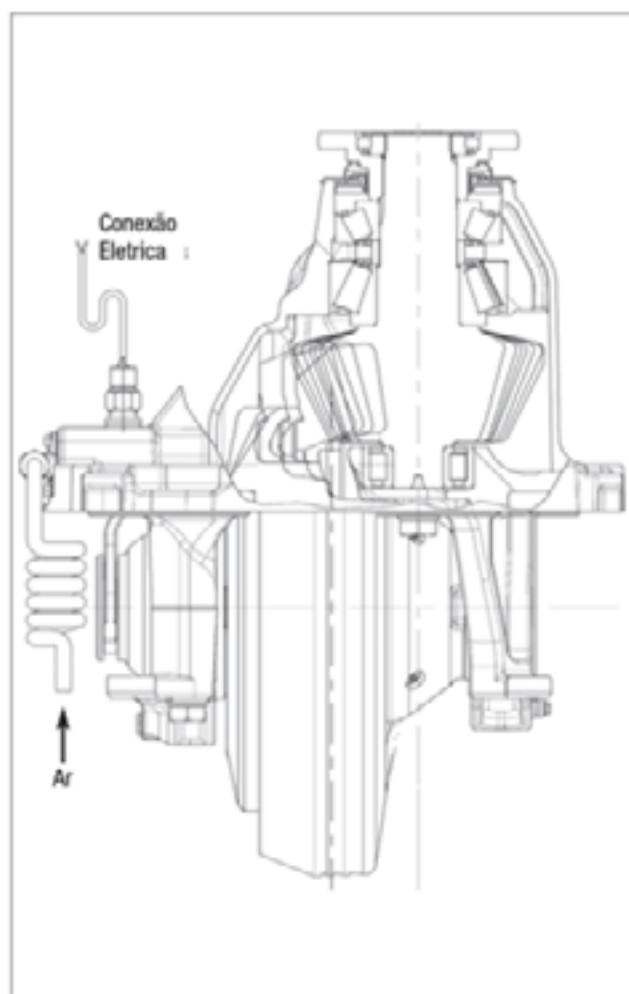

Fig. 2.80
2. Verifique o engate do bloqueio do diferencial aplicando uma pressão de ar de 6 Kg/cm² - 6 bar aproximadamente (Fig. 2.80)